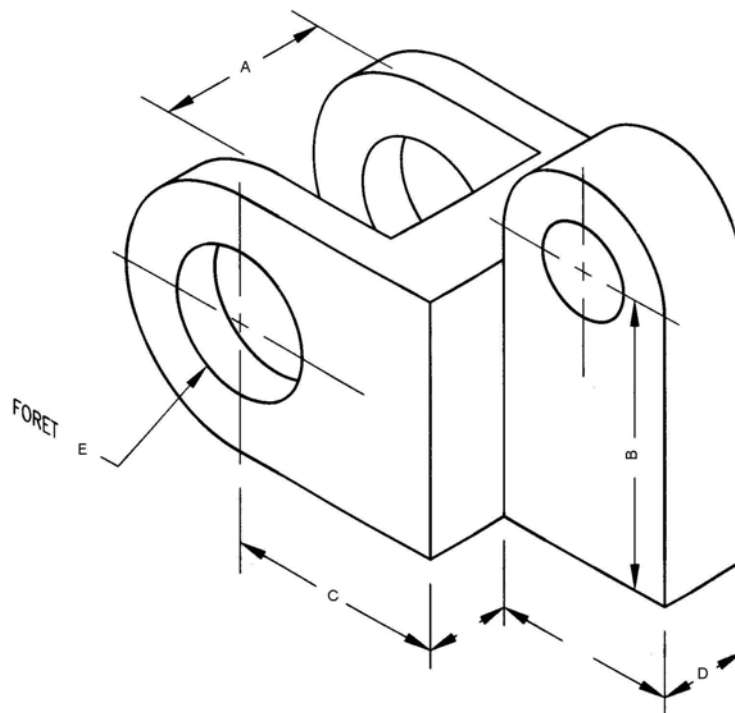

Figure 6.2
3. Trouver sur la projection isométrique à l'échelle 1 :1 suivante, différentes dimensions (voir figure 6.2) et relever-les dans le tableau :